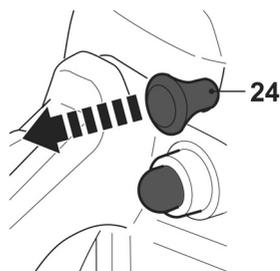
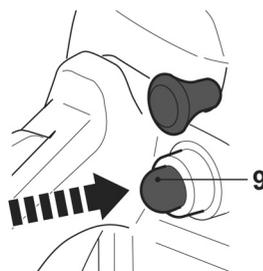

Fig. 23
Fig. 24
- > Si le moteur est froid, sortez le starter [24] en position fermée (position de démarrage) (Fig. 23). La gâchette sera alors en position de démarrage. Actionnez l'amorce (9) jusqu'à ce que la poire soit complètement remplie de carburant (Fig. 24).